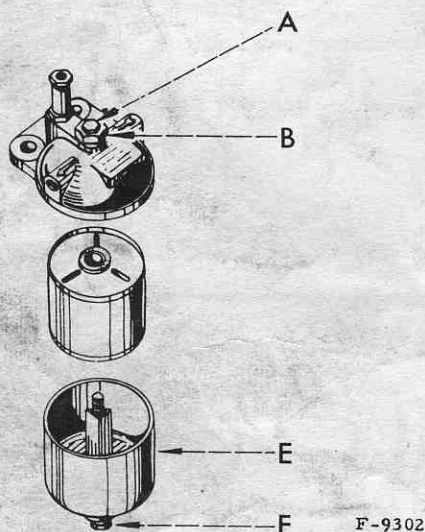

Fig. 32. — Filtre à combustible démonté
- Ouvrir le bouchon de purge "A" et le bouchon de vidange "F" (fig. 32).